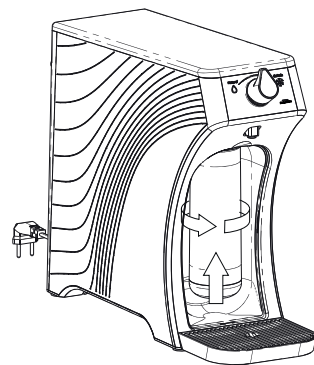

Fig. 14
- Insira o novo filtro no produto encaixando-o no alojamento, girando no sentido anti-horário e empurrando levemente para cima até o travamento para conexão completa (fig. 14).